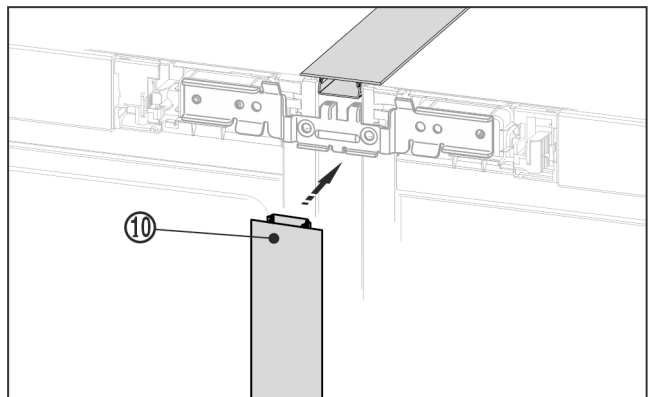

Fig. 23
- ▶ Długą listwę zakrywającą Fig. 23 (10) wcisnąć z przodu do pionowej szczeliny. Należy zwracać uwagę na to, by listwa opierała się o blachę łączącą.